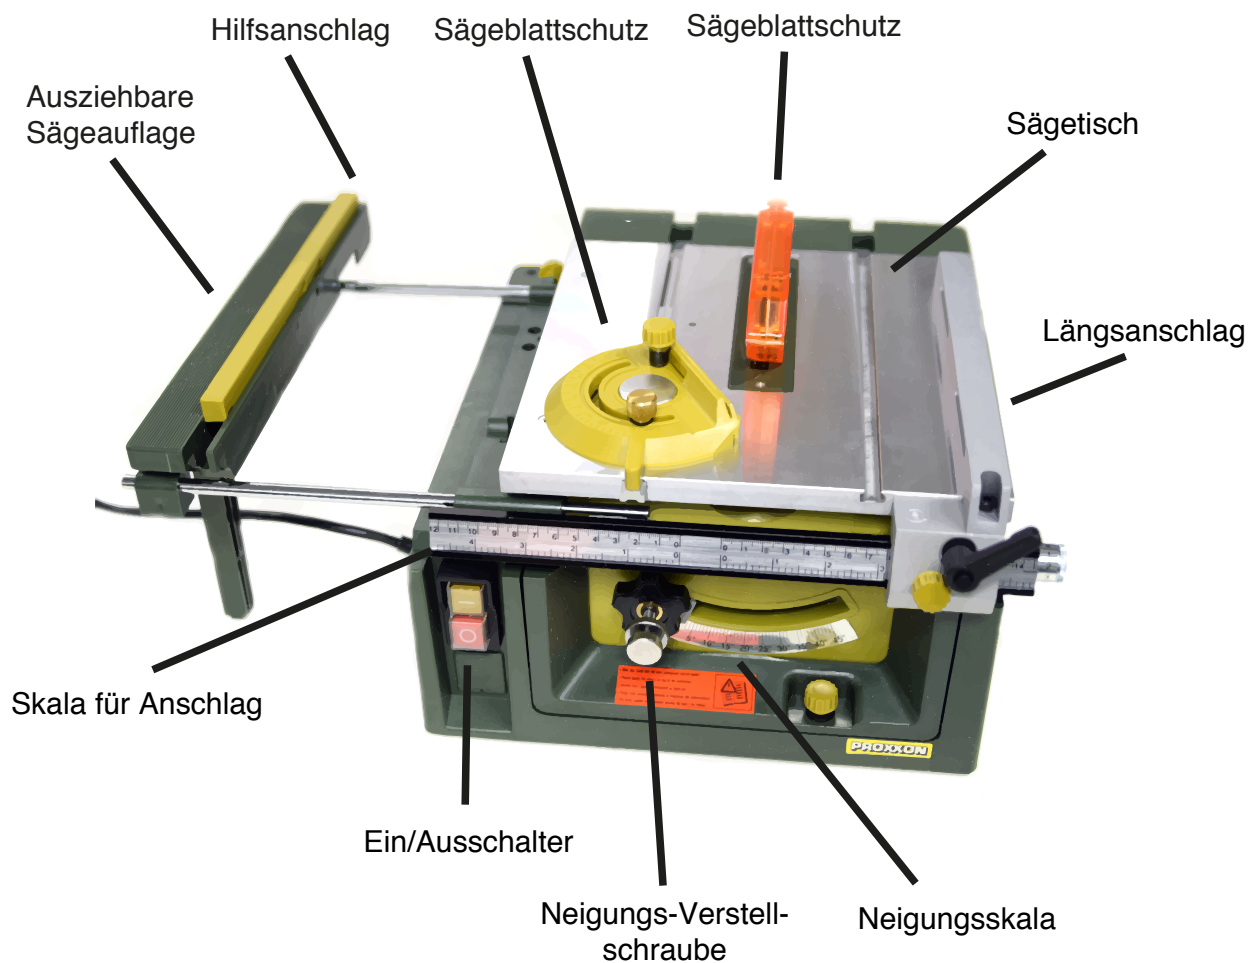

Abbildung 1: Feintischkreissäge FET von Proxxon
- a) Die gelbfarbene Anschlagkante, siehe Abbildung 1 (22), entfernen.